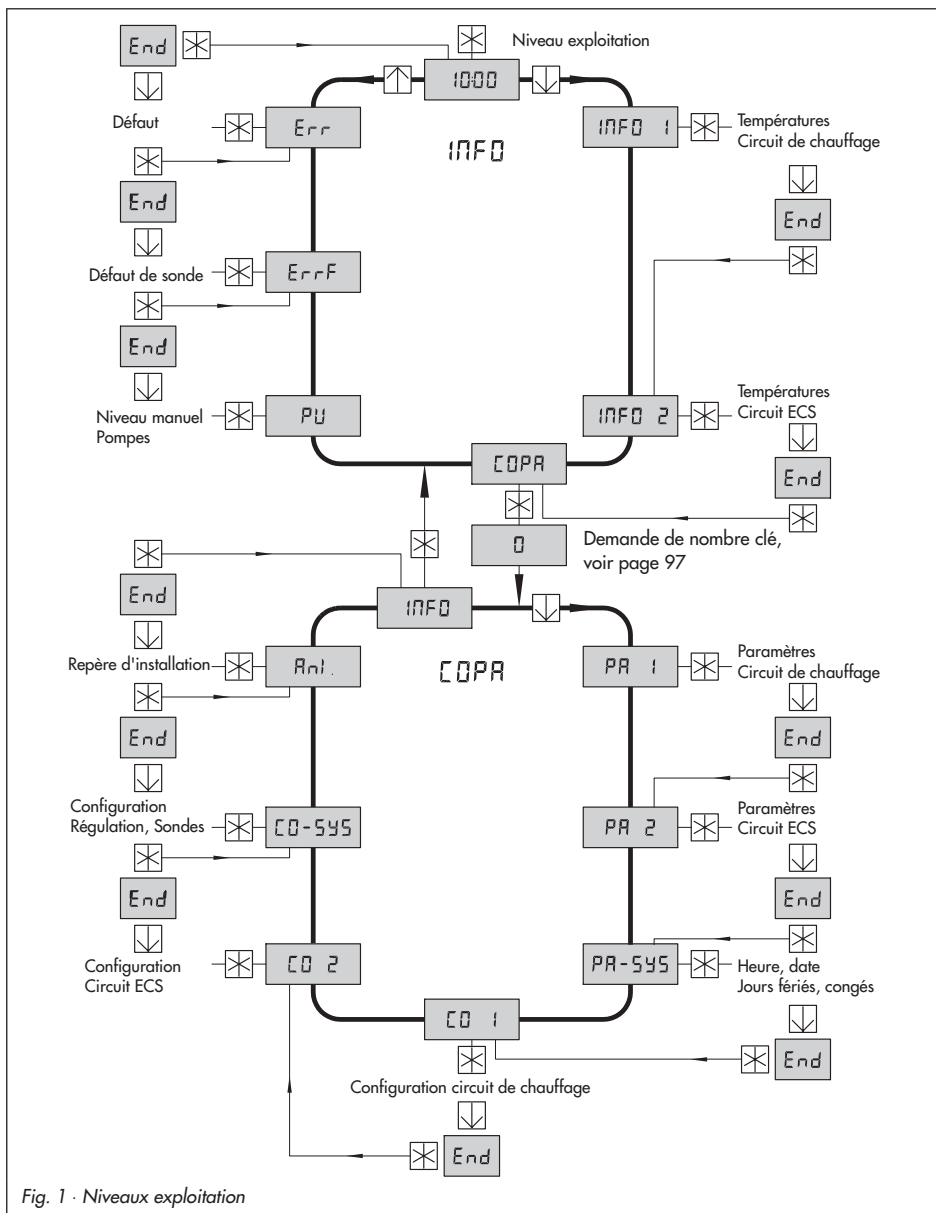

Fig. 1 - Niveaux exploitation
La fig. 1 présente la structure des différents niveaux d'utilisation du régulateur TROVIS 5431 ainsi que leur mode d'accès. Ces niveaux sont uniquement accessibles lorsque le sélecteur d'affichage (A) est positionné sur . L'appareil comprend deux niveaux principaux : le niveau inFO et le niveau COPA.
Normalement le régulateur se trouve au niveau exploitation, représenté sur la fig. 1 par « 10.00 ». A côté, des symboles s'affichent à l'écran et indiquent le mode et l'état de fonctionnement. Un résumé des principaux symboles figure à la page 99.